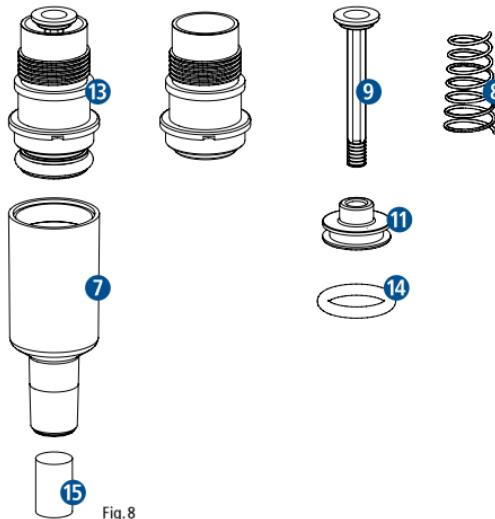

Fig. 8
- Desatornille el cono de la pipeta ⑦ cuidadosamente en sentido horario. Saque la unidad del émbolo ⑬. Tire fuertemente del aro de apoyo ⑪ para extraerlo del émbolo ⑨. Después de haber sacado la junta tórica ⑭ puede limpiarse el muelle ⑧ y el émbolo (Fig. 8).